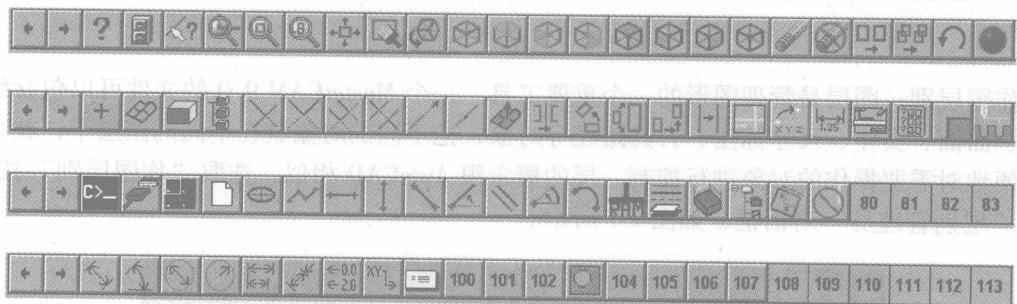

图 1-4 “Mill9.0 模块” 默认工具栏
(1) 标题栏 MasterCAM 9.0 窗口界面的最上面一行是标题栏，它显示了软件的名称、当前所使用的模块、当前打开文件的路径及文件名称，在标题栏的右侧，是标准 Windows 应用程序的 3 个控制按钮：“最小化窗口”、“还原窗口”、“关闭应用程序”。
(2) 工具栏 标题栏的下面一排按钮即为工具栏，启动模块不同，其默认的工具栏也不尽相同，读者可以通过快捷组合键〈Alt+B〉来控制工具栏的显示。图 1-4 为 Mill9.0 模块的四种默认工具栏，它提供了快捷的工作方式。